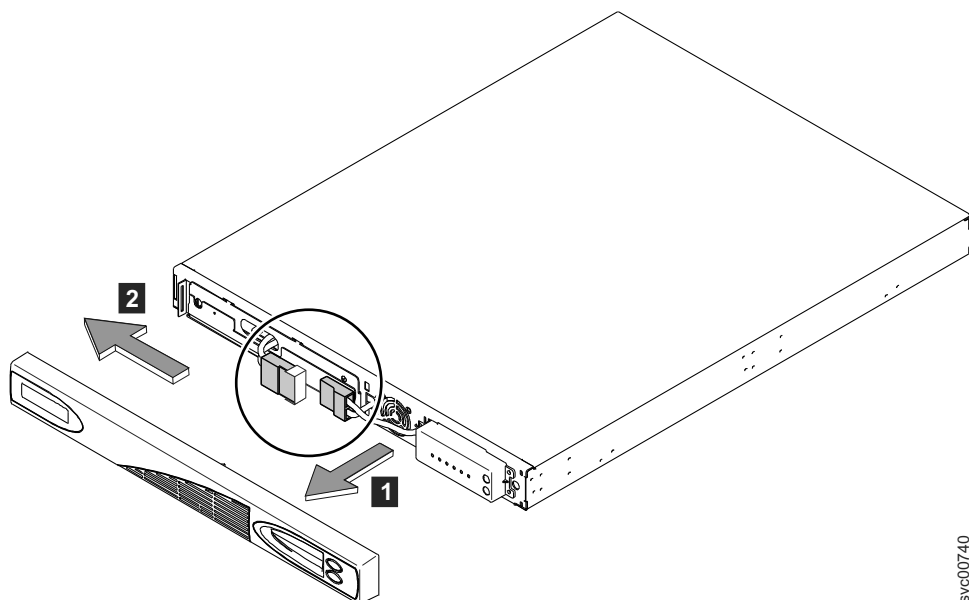

Figura 344. Removendo o painel frontal do 2145 UPS-1U
5. Remova o painel frontal do 2145 UPS-1U puxando-o em sua direção e à esquerda, conforme mostrado em Figura 344 na página 428.